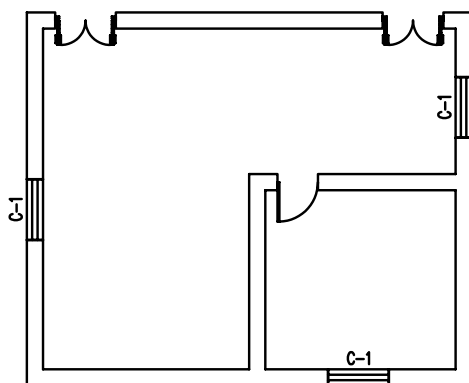

图 5-93 输入编号
3) 按〈Enter〉键，即可完成编号的设置，结果如图 5-93 所示。